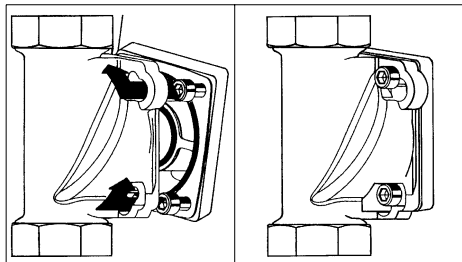

Fig. 3: Bride rotative de montage avec baïonnette
- Insérer la combinaison prémontée dans la bride rotative de montage JQE et la faire tourner, dans le sens des aiguilles d'une montre, jusqu'en butée (cf. fig. 3).